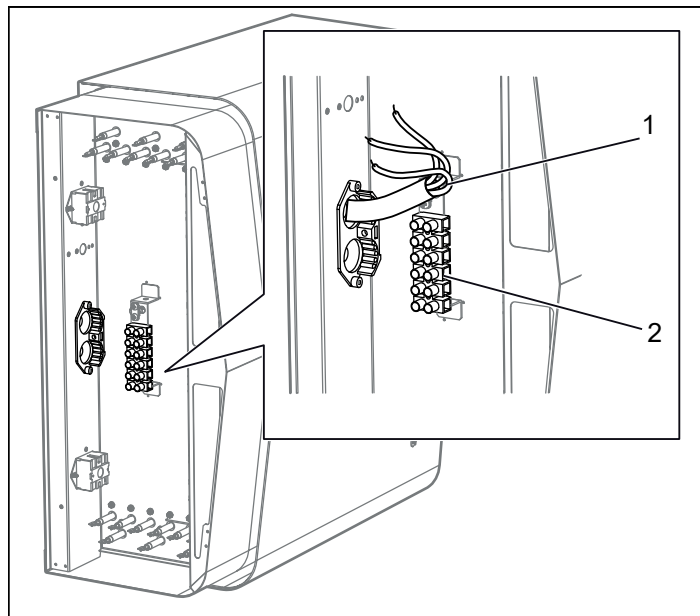

Fig 16: Elanslutning
2. Anslut elkabeln (1) i plint (2) (se Fig 16) enligt kopplingschema (se Avsnittet Anslutning/kopplingschema, sidan 8).